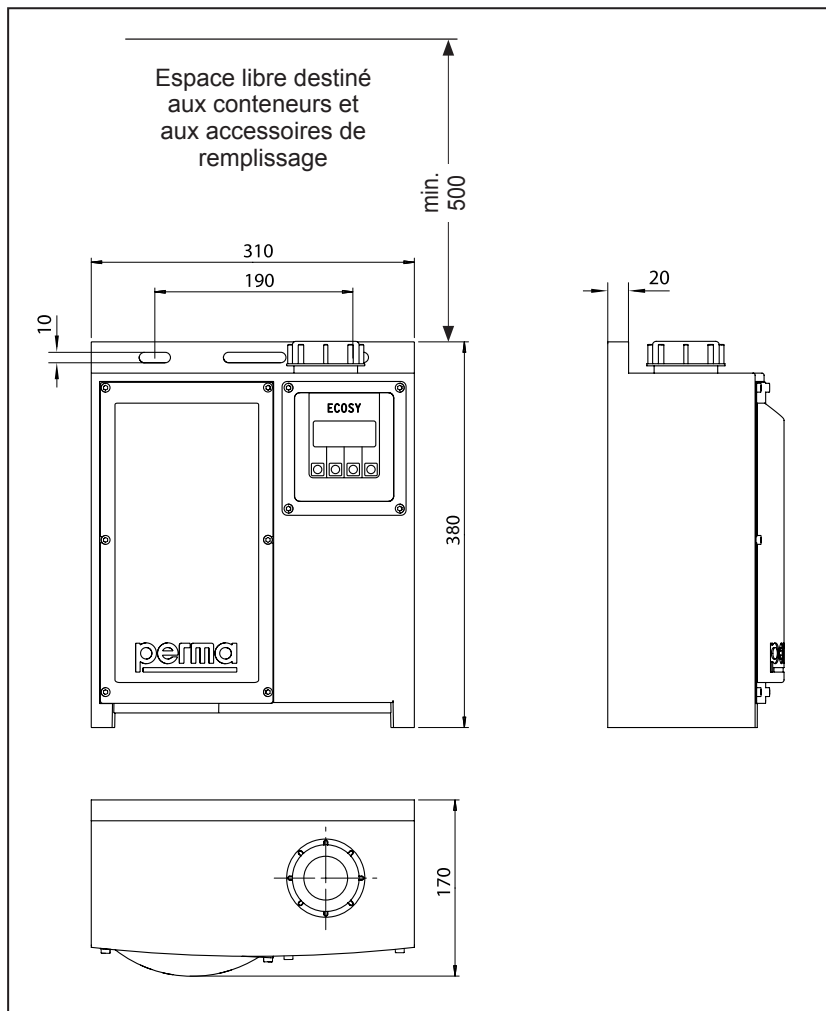

Fig. 3-3: dimensions extérieures
- Réserver un espace suffisant pour le conteneur et l'aide de remplissage (fig. 3-3).
- Réaliser les perçages horizontaux à  $190 \pm 5$  suivant la fig. 3-3 et fixer le graisseur avec des vis. Ne visser les vis M8 que pour éliminer le jeu de fixation. Ensuite, serrer d'un quart de tour.